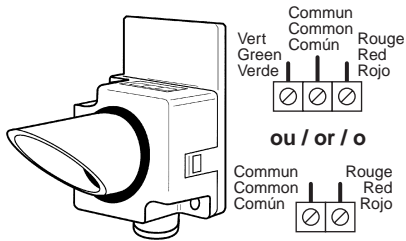

Fig. 7
- soit un boîtier extérieur standard (fig. 7), fixation murale par 2 vis Ø 4 mm,
- a standard outdoor box (fig. 7), wall mounting with two 4 mm diameter screws.
- una caja externa estándar (fig. 7), fijación mural con 2 tornillos  $\varnothing$  4 mm,